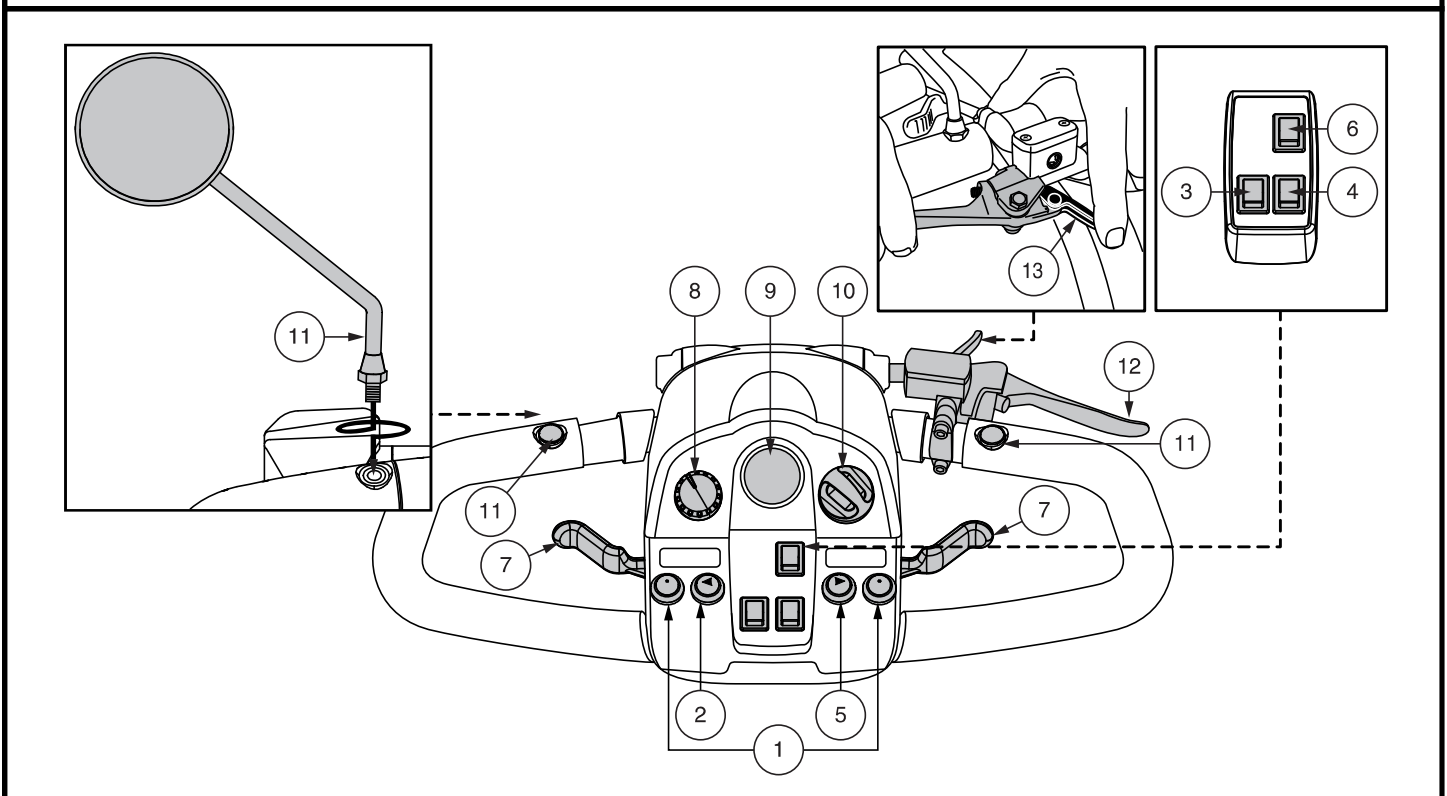
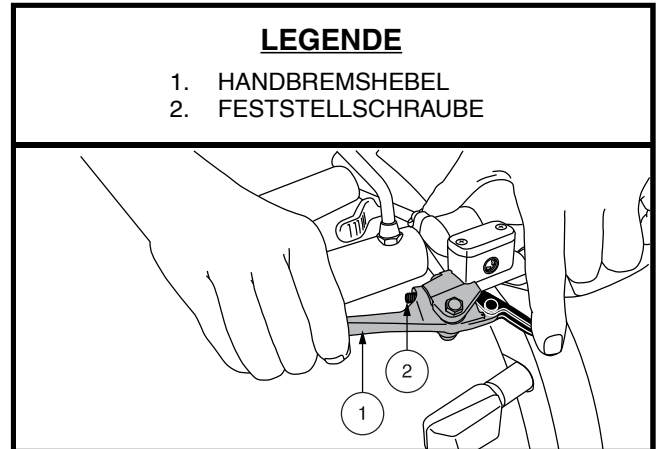

Abb. 1. Lenkerkonsole
Abb. 3 Handbremshebel
Die Lenkerkonsole enthält alle Bedienelemente, die für die Handhabung Ihres Elektromobils nötig sind, einschließlich Geschwindigkeitsvorwahlschalter, Statusanzeige, Gashebel, Batterieanzeige, Betriebslichtschalter, Hauptlichtschalter, Warnblinker, und Hupe. Bitte beachten Sie, dass einige der in diesem Abschnitt aufgeführten Komponenten optional und bei Ihrem Elektromobil u. U nicht vorhanden sind. **Siehe Abb. 1.**
Ihr Scooter ist mit einem Handbremshebel ausgestattet, der sich an der Ruderpinne befindet. **Siehe Abb. 1 und Abb. 3.** Dieser Hebel bietet Ihnen zusätzliche Bremskraft. Die Handbremse ist manuell und funktioniert unabhängig vom regenerativen Bremssystem Ihres Scooters, das während des Betriebs des Scooters durch Loslassen des Gashebels aktiviert wird.
**HINWEIS:** Die Wirksamkeit der Handbremse, dh wie schnell das Drücken des Handbremshebels Ihren Elektromobil zum Stillstand bringt, kann durch Anziehen oder Lösen der Stellschraube am Handbremshebel geändert werden. Siehe Abbildung 3.
**HINWEIS:** Wenn Ihre Handbremse mit einer Sperrfunktion ausgestattet ist, wie in Abbildung 1 oder Abbildung 3 gezeigt, können Sie die Bremssperrfunktion aktivieren, indem Sie den Handbremshebel drücken und den Sperrhebel drehen oder drücken, um die Sperre zu aktivieren. Um die Feststellbremse zu lösen, drücken Sie den Handbremshebel vollständig. Siehe Abbildung 1 oder Abbildung 3.